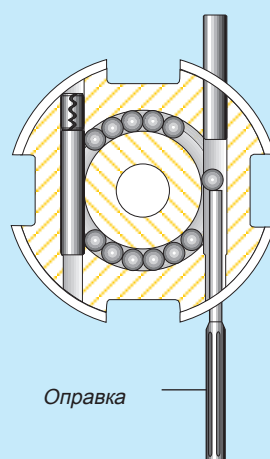

Рис. 2
6. Вставьте шарики подшипника в отверстие без стопорного штифта. Используйте оправку для направления шариков подшипника в желоб (Рис.2). Заполните канавку количеством шариков, указанным на следующем рисунке.